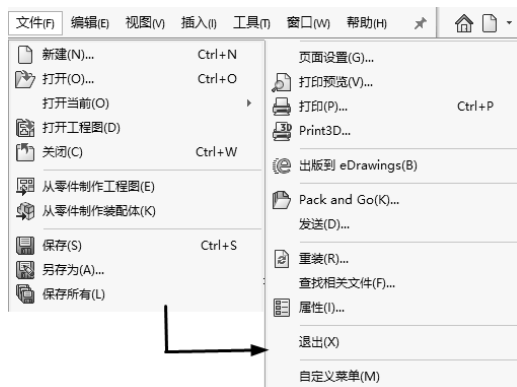

图 1-7 【文件】菜单
(1) 【文件】菜单提供 SOLIDWORKS 【打开】和【保存】等一系列功能，单击【文件】菜单，显示如图 1-7 所示。